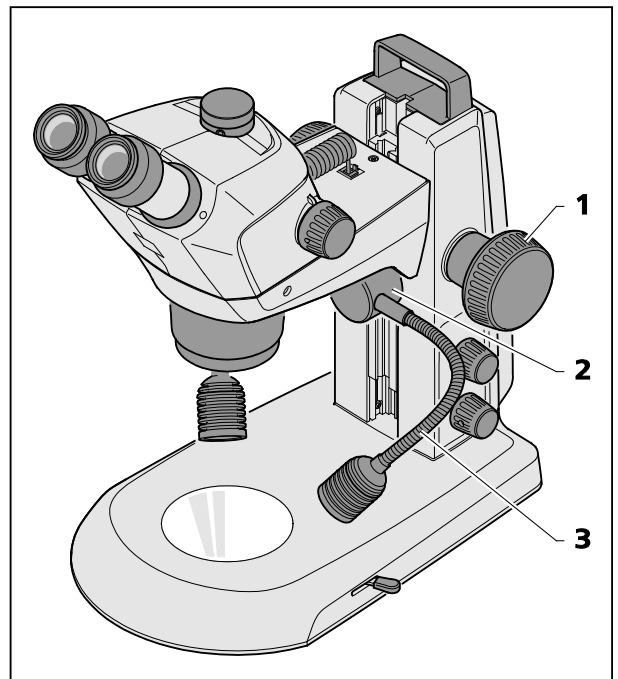

图22 双点光源
- 通过对焦钮(图22/1)将显微镜主机设定到最高位置。将双点光源(图22/2)移至所需高度。
- 通过弯曲两个鹅颈管(图22/3)来设置照明器件，从而使物体达到最佳照明效果。